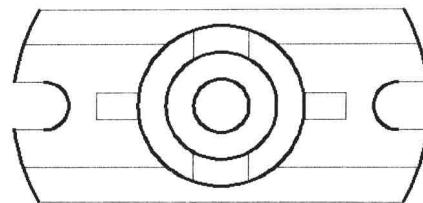

图 11-2-5
(11) 在“修改”面板中单击“修剪”按钮 -- ，单击圆作为边界，然后再单击各构造线，修剪后的效果如图 11-2-5 所示。